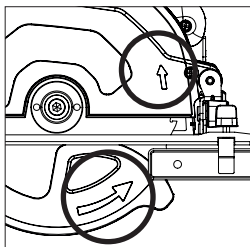

Fig. 6
- Asegúrese de que la dirección de rotación de la flecha impresa en la hoja coincide con la dirección de la rotación de la flecha en la protección superior e inferior de la hoja de la máquina. **(Fig. 6)**